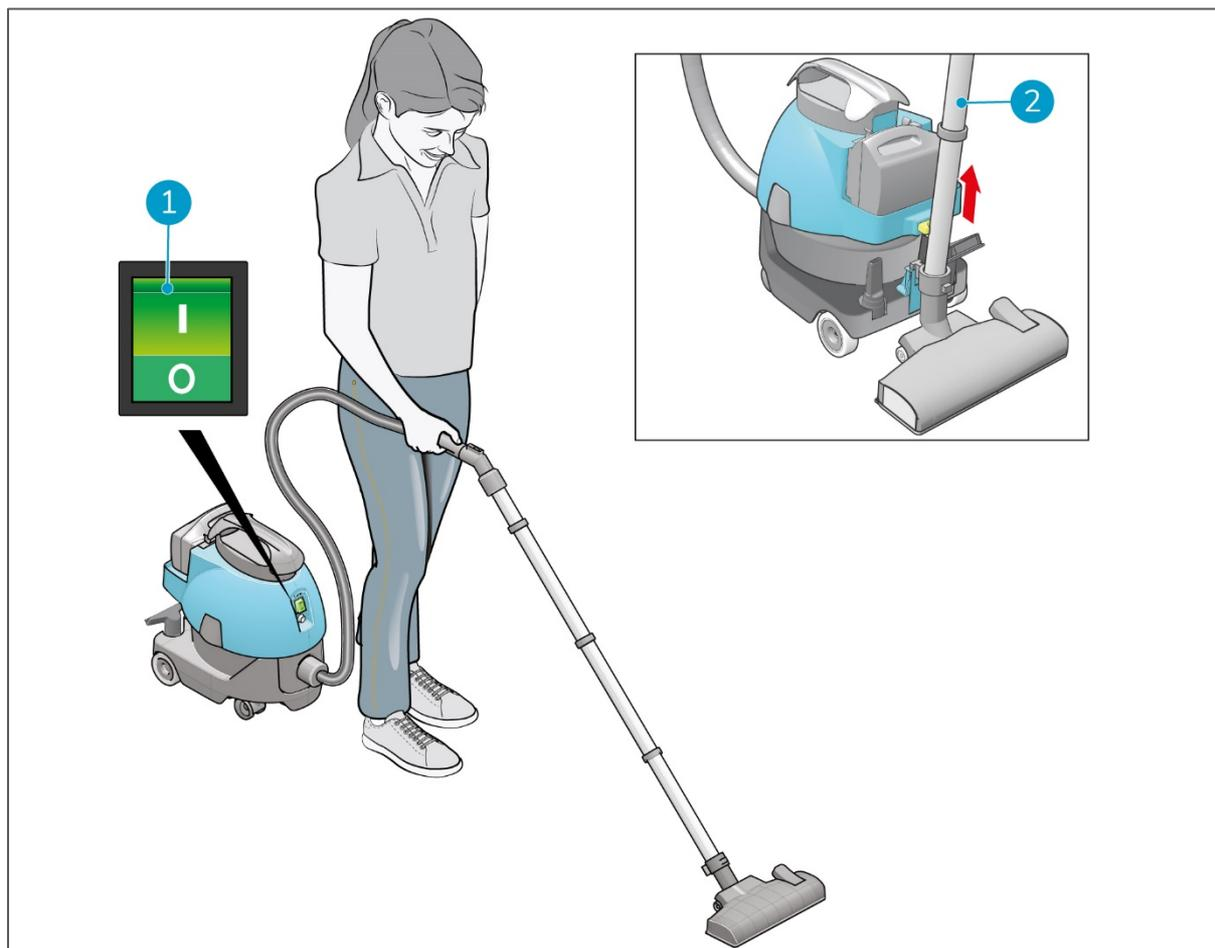

Figure 18
1. Appuyez sur l'interrupteur ON/OFF (Figure 18, pos. 1) pour démarrer l'i-vac® 5B. Le voyant vert de l'interrupteur ON/OFF s'allume.
2. Prenez le manche sur son support (Figure 18, pos. 2).
1. Appuyez sur l'interrupteur ON/OFF (Figure 18, pos. 1) pour éteindre l'i-vac 5B.
2. Remettez le manche sur le support (Figure 18, pos. 2).